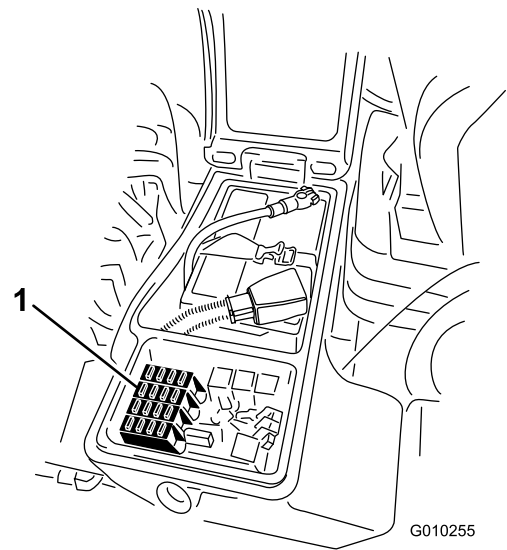

Bild 79
1. Lösen Sie den Riegel für die Abdeckung des rechten Ablagekastens und heben Sie die Abdeckung (**Bild 78**) hoch, um an den Sicherungsblock zu gelangen (**Bild 79**).
2. Wechseln Sie ggf. die offenen Sicherungen aus (**Bild 79**).